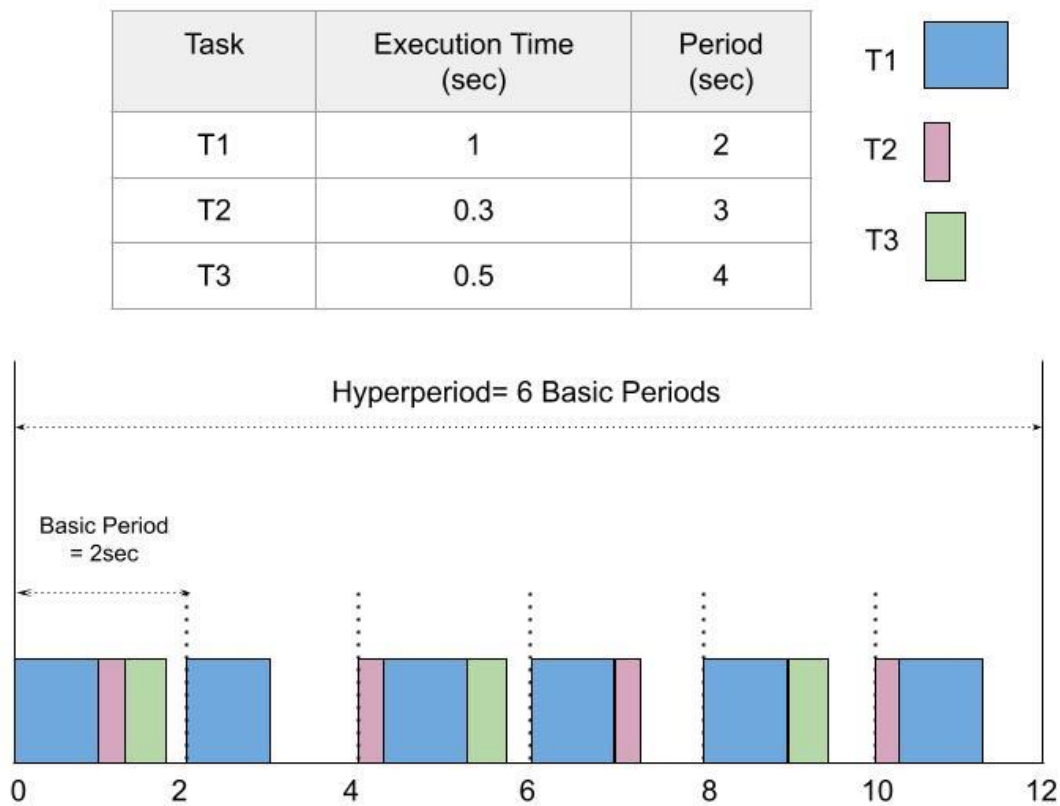

Figura 4. Ejemplo de ejecutivo cíclico
2. Comprobar el funcionamiento de estas funciones mediante el siguiente programa principal que se incluirá como archivo **main.c** al proyecto. Este programa implementa el ejecutivo cíclico descrito en la figura 4. Las tres tareas Task1, Task2 y Task3 utilizan la función *emu_execution_time* (ya implementada) para emular su tiempo de ejecución, en milisegundos, de acuerdo a lo especificado en la tabla de dicha figura.